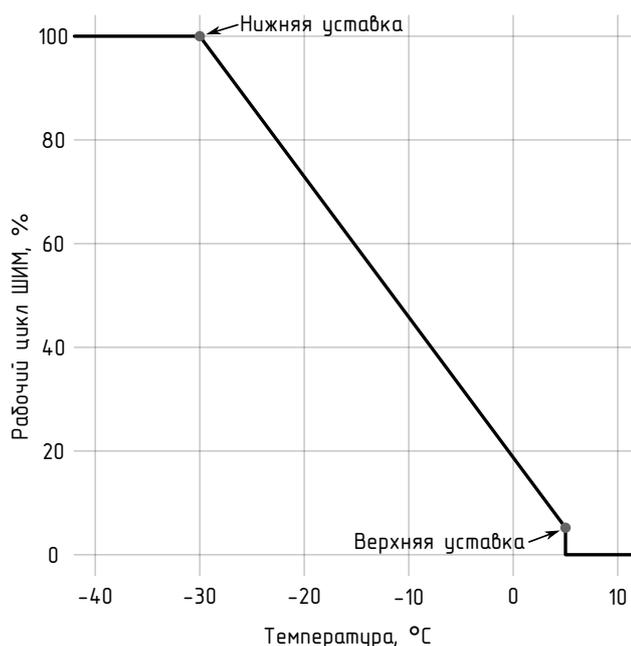

Рисунок 2.3 – Режим работы «Пропорциональный ШИМ»
- «**Пропорциональный ШИМ**» («**PWM Proportional**»). Длительность рабочего цикла ШИМ линейно интерполируется между верхней и нижней уставками в зависимости от показаний датчика(ов) температуры (см. рисунок 2.3). Для каждой уставки задаются температура и соответствующая длительность рабочего цикла.